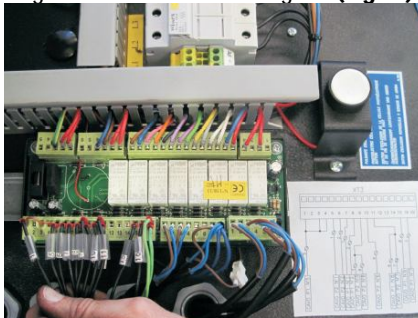

Fig.10
1. Voer de kabels van de benaderingsschakelaars naar de bedieningskast. Sluit de bedrading aan volgens de afbeelding (Fig.10).